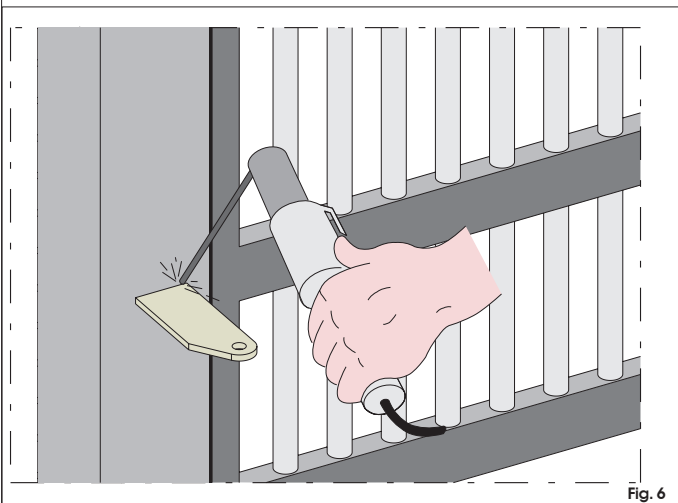
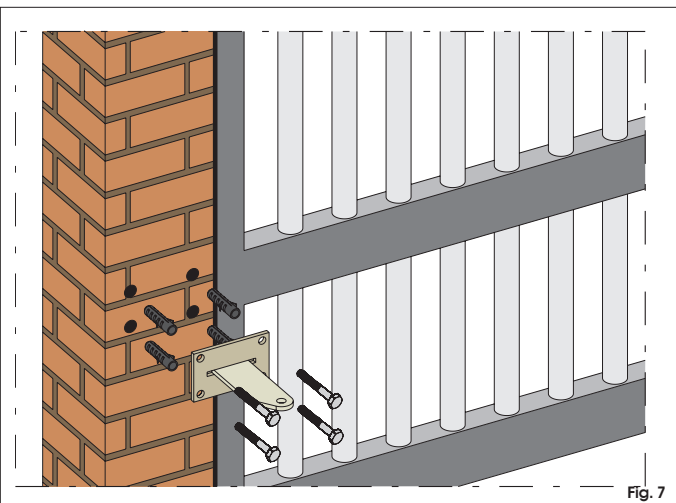

Fig. 6
Fig. 7
- 1) Bevestig de achterste beugel op de plaats die u eerder heeft bepaald. In het geval van ijzeren pilasters moet de beugel nauwkeurig direct op de pilaster worden gelast (fig. 6). In het geval van een gemetselde pilaster moet de speciale plaat (optie) voor bevestiging met schroeven (fig. 7) worden gebruikt. Maak gebruik van geschikte bevestigingssystemen. Las de beugel vervolgens nauwkeurig aan de plaat.